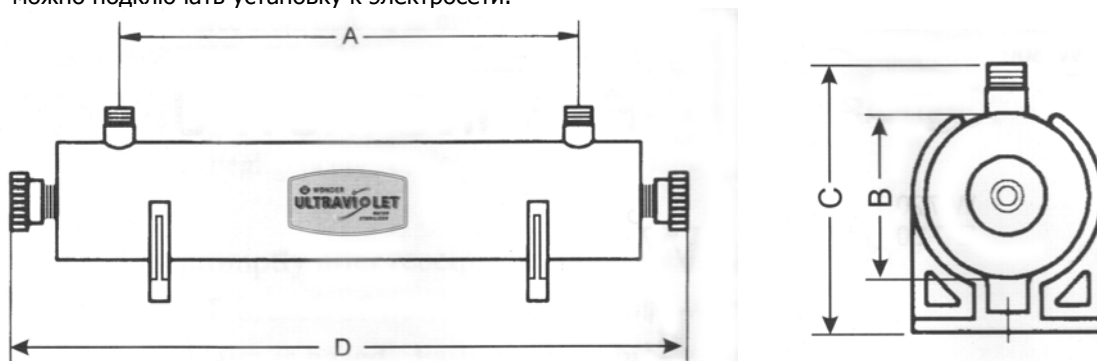

Рис.1.
7. При установке лампы следует сначала наполовину вставить ее в рабочую колбу (рис.1), подключить к электрокабелю, и затем полностью вставить в колбу, штекер при этом плотно вставляется в посадочную горловину. Только после этого можно подключать установку к электросети.